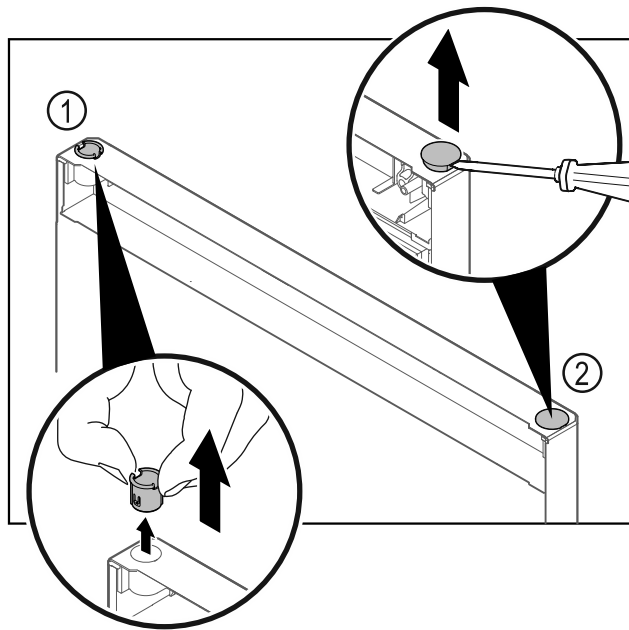

Fig. 11
- ▶ Pušo tečaja Fig. 11 (1) snemite s prsti.
- ▶ S ploščatim izvijačem previdno dvignite krovni čep Fig. 11 (2) in ga izvlecite.